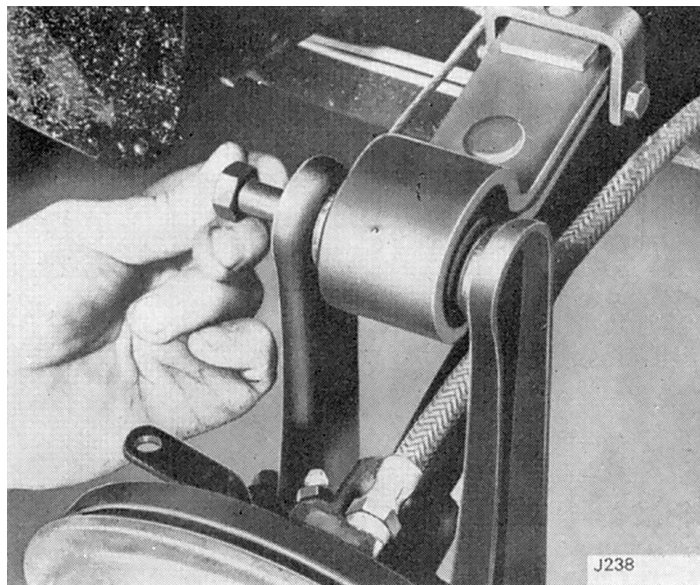

Fig. 45. Dépose du boulon de l'extrémité du ressort
5. En soutenant le support vertical (10), enlever le boulon (46) de l'extrémité du ressort de suspension comme indiqué Fig. 45.